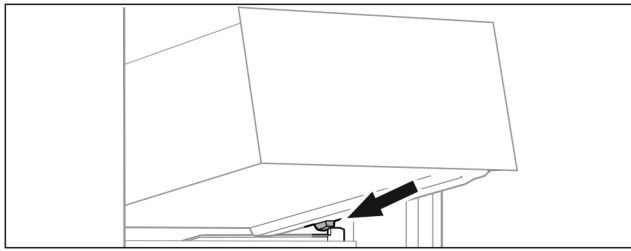

Fig. 192
- ▶ Наклоняя вниз, установите выдвижной ящик за стопоры на контейнерное ребро. (см. Fig. 192)